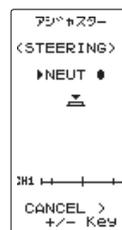

図 1
ニュートラルの設定画面(図1)の状態、ステアリングホイールを左右に軽く弾いた後、ホイールに触れない状態で②ボタンを押します。